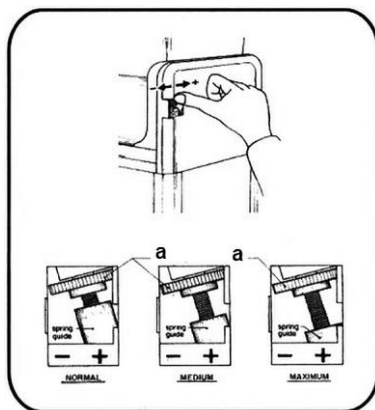

Fig. 3
1. pour le lait ou les autres produits qui nécessitent une plus longue période de refroidissement, changer le réglage sur « **medium** » ou « **maximum** » en tournant le bouton rotatif (a) vers le symbole « + », comme montré sur la fig. 3.